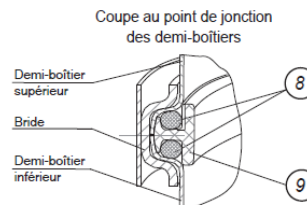

Fig. 3
- débranchez le raccord rapide(3), en dévissant les écrous d'accouplement (4) - après avoir dévissé l'écrou (6), retirez la barre de verrouillage (5) du support (1) ;
- démontez le filtre du support (1) et enlevez le surplus d'eau;
- dévissez la poignée (7) et enlevez la bride du filtre à eau;
- lavez les demi-boîtiers, le joint en caoutchouc (8) et la bague en plastique (9) de la saleté (fig. 3);
- assemblez le filtre, en plaçant correctement les deux anneaux : (8) dans l'anneau (9) et l'anneau (9) dans le demi-boîtier inférieur;
- mettez la bride sur le demi-boîtier et vissez la poignée (7) jusqu'à la butée;
- placez le filtre assemblé sur le support (1);